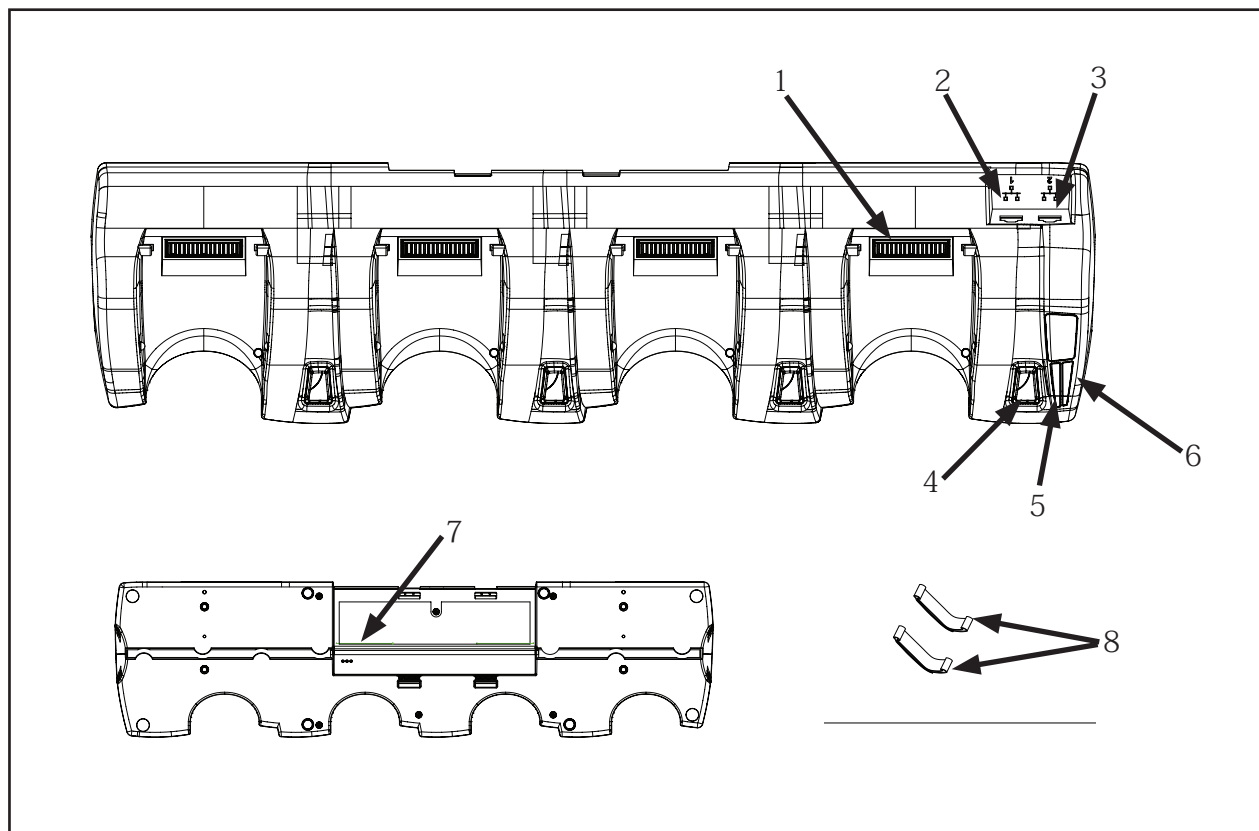

图 2 : QLnEC4
2. 将电源适配器插入机座底部的直流插孔（图 2 中的 #7）。
4. 将以太网网线插入机座后方的以太网插孔1（图 2 中的 #2）。确保交流电源适配器的布线不会损坏网线。为避免电线意外接触到尖锐的边缘，在电线通过开口时使用合适的套管和卡夹。
5. 使用以太网插孔 2 上的连接最多串联 4 个机座（图 2 中的 #3）。